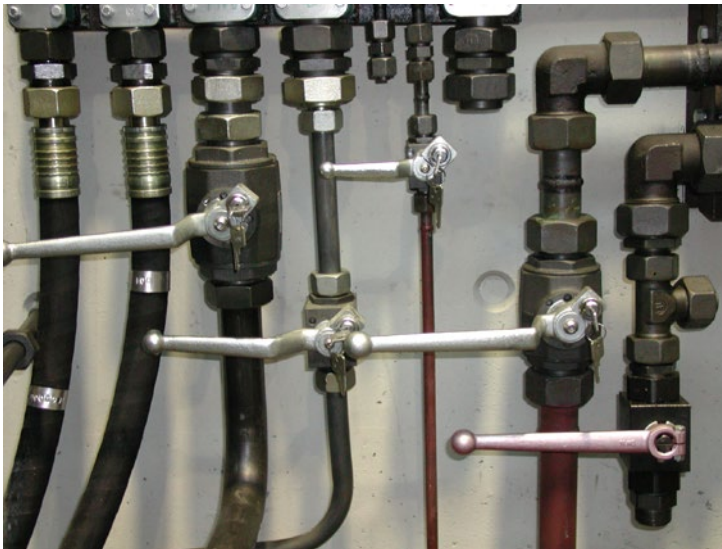

Abb. 3      Sichern gegen Wiedereinschalten durch abschließbare Kugelhähne
- 2) Gegen Wiedereinschaltung sichern (Abbildung 3).